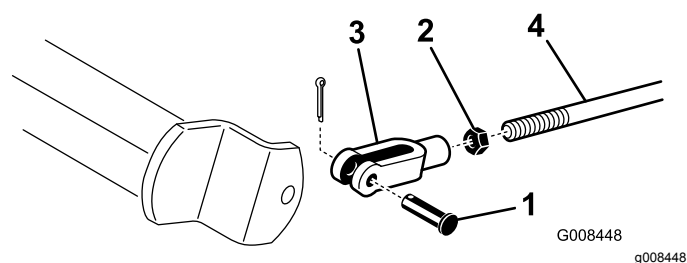

图44
A. 取下开口销和柱销断开刹车杆 图44。
- B. 松开锁紧螺母并相应调节 U 形销 图44。
- C. 将 U 形销装回刹车轴 图44。